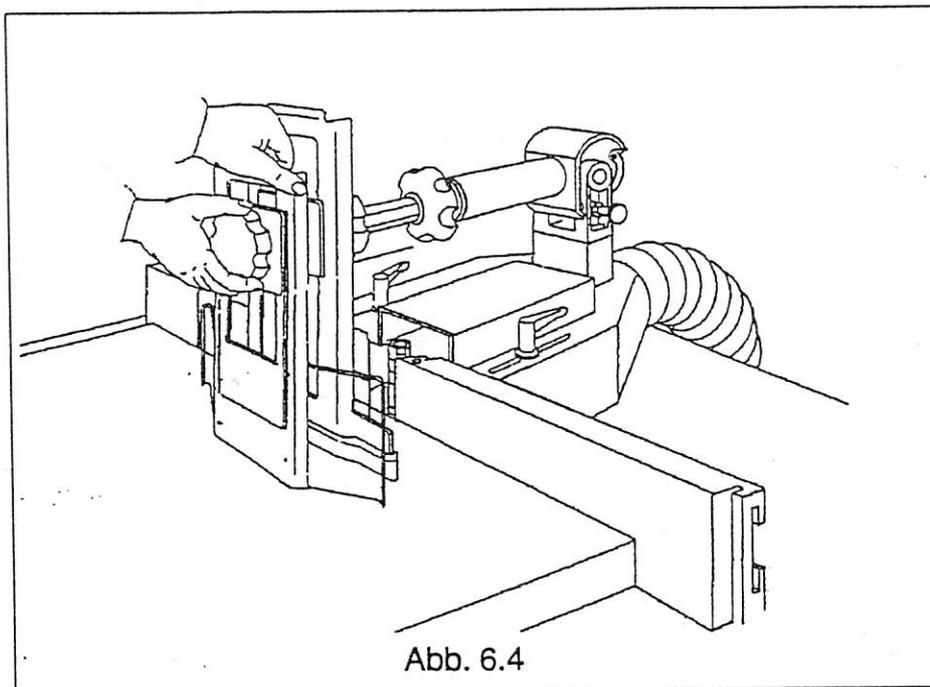

Abb. 6.4
Die Maschine wird mit einer Schutzvorrichtung für die Bearbeitung am Fräsanschlag (Abb. 6.4) und einer Schutzvorrichtung für die Bearbeitung geschweifter Teile (Abb. 6.9) geliefert, die als Rundbogen-Fräsanschlag bezeichnet wird. Falls die Maschine mit einem Zapfenschlitten ausgestattet ist, wird außerdem eine Schutzvorrichtung für Zapfenbearbeitungen mitgeliefert (Abb. 6.10).
1) Den horizontalen Niederhalter so einstellen, daß das Werkstück gegen den Tisch und auf den maximalen Abstand von den Führungen gedrückt wird (Abb. 6.4), mit den Griffen A und C in dieser Position blockieren;